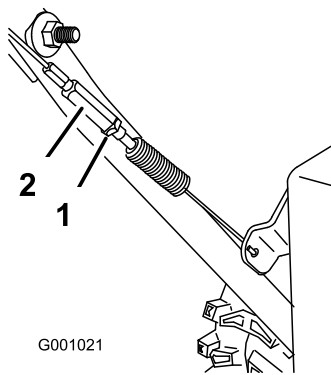

Figura 26
3. Strângeți contrapiulița (Figura 26).